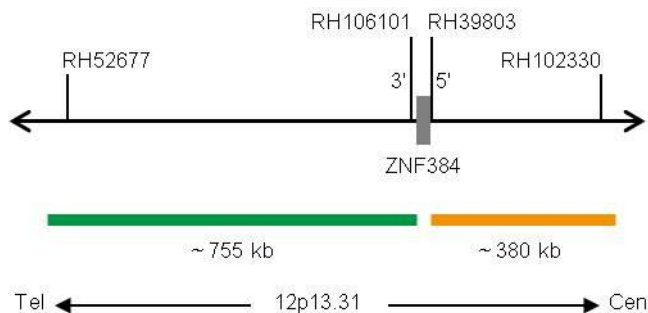

Fig. 1: SPEC ZNF384 Mapa da sonda (sem escala)
- Polinucleótidos (~10.0 ng/μl) com marcação ZyGreen (excitação 503 nm/emissão 528 nm), dirigidos ao mapeamento de sequências alvo em 12p13.31* (chr12:6,016,809-6,771,300) distais ao ponto de quebra do gene ZNF384 (ver Fig. 1).
- Polinucleótidos (~4.5 ng/μl) com marcação ZyOrange (excitação 547 nm/emissão 572 nm), dirigidos ao mapeamento de sequências alvo em 12p13.31* (chr12:6,799,546-7,175,222) proximais ao ponto de quebra do gene ZNF384 (ver Fig. 1).